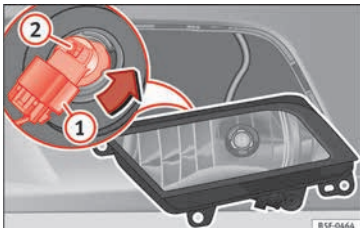

Abb. 107 Nebelscheinwerfer
- Ziehen Sie den Stecker » **Abb. 107** **①** von der Lampe ab.
- Drehen Sie den Lampenträger » **Abb. 107** **②** nach links und ziehen Sie.